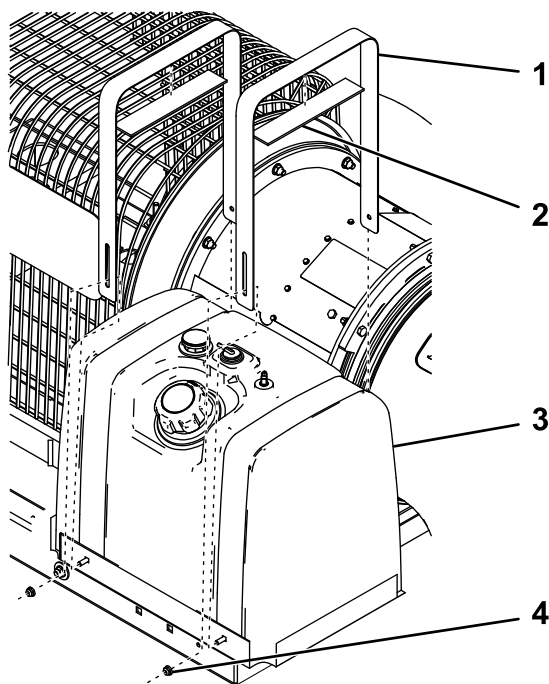

Figuur 5
4. Bevestig de koolstofhouder aan de beugel. Gebruik hiervoor de band van de koolstofhouder en de 2 slotbouten en flensmoeren (3/8"); zie Figuur 5.